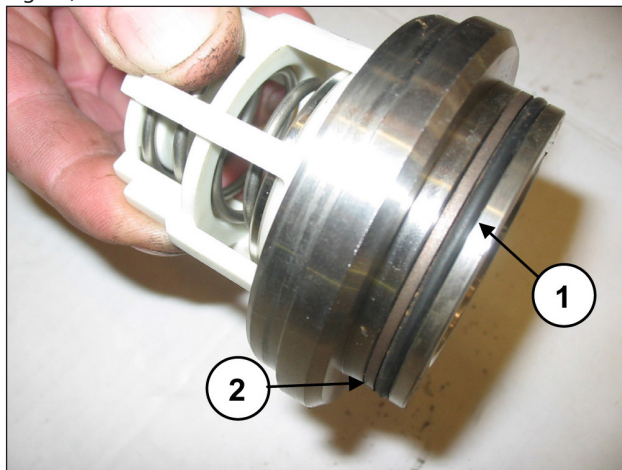

Fig. 96
Montar la junta tórica, pos. dibujo desglosado 5 (pos. ①, Fig. 96) y la anilla anti extrusión pos. desglosado 15 (pos. ②, Fig. 96) en la sede de la válvula de envío.